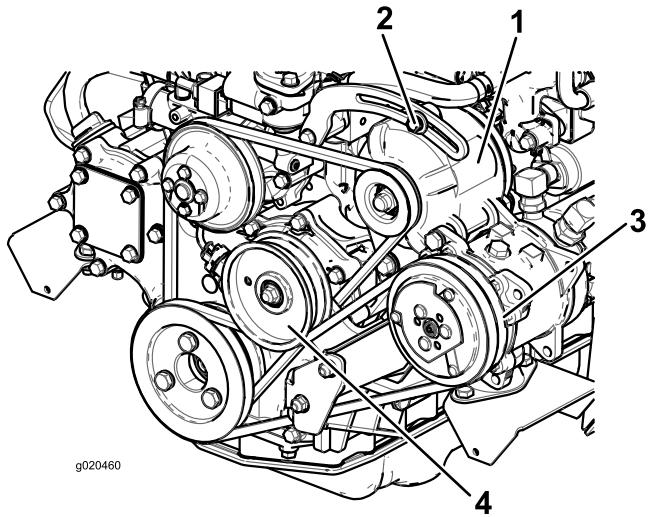

Figura 98
Se la flessione non è di 10 mm, allentate i bulloni di fissaggio dell'alternatore (Figura 98).
- Se la flessione non è di 10 mm, allentate il bullone di fissaggio della puleggia tendicinghia (Figura 98).